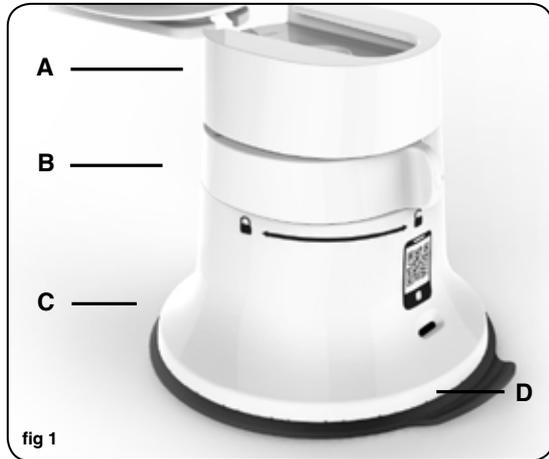

fig 1
Preparazione di salsicce (pag. 59 - fig. 1 e 3):
1. Asegúrese de que el anillo del soporte de la ventosa de adhesión se encuentra en posición desbloqueada. (fig. 1).
2. Coloque la ventosa de adhesión (C) sobre una encimera limpia y estable. Deslice la parte superior en el surco del soporte de la ventosa (A) (fig. 1).